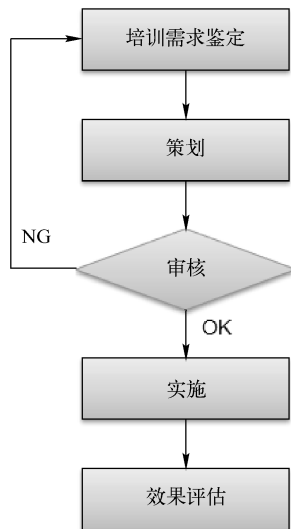

图 12-2 培训流程图
**培训**是知识与技能的传授，是把品质注入技术、品质评价技术、品质验证或问题解决技术等传授给学员。为此，给学员进行讲解，演示给学员看，再让学员尝试着练习，对练习的结果进行检查，并帮助纠正错误等所进行的一系列工作，类似手把手的培训。对于开发者来说，本书其他章节就是必要的培训教程。一般的培训流程如图 12-2 所示。